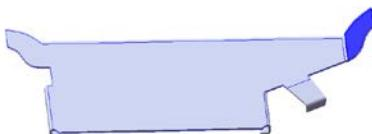

图 6.30 绘制的折弯 3
Step14. 创建图 6.30 所示的钣金特征——绘制的折弯 3。
(1) 选择命令。选择下拉菜单 **插入(I)** → **钣金(H)** → **绘制的折弯(S)...** 命令